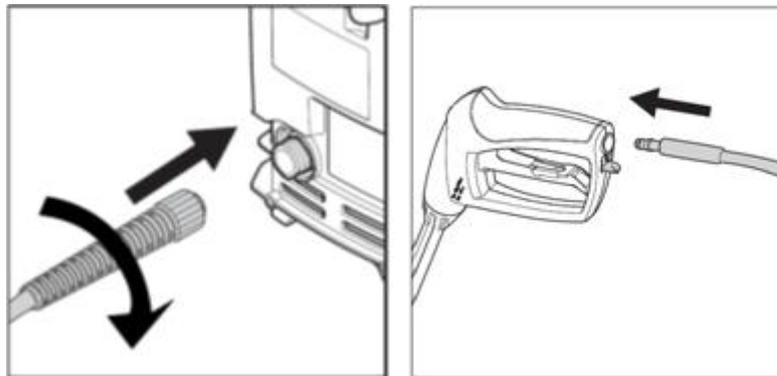

Рис.3. Подключение высоконапорного шланга.
1. Подключите высоконапорный шланг, идущий от мойки к пистолету, к выходному штуцеру на передней панели корпуса мойки. Для этого соединительный разъем шланга вставьте в гнездо штуцера и до упора заверните накидную гайку (см. рис.3).
2. Ниппель высоконапорного шланга вставьте в гнездо рукоятки моечного пистолета и до упора заверните гайку (см. рис.3). Перед началом работы с мойкой убедитесь, что высоконапорный шланг полностью размотан и не имеет петель по всей длине. Следите, чтобы во время работы мойки высоконапорный шланг не образовывал петли. Это может сказаться на результатах работы при использовании этой мойки.